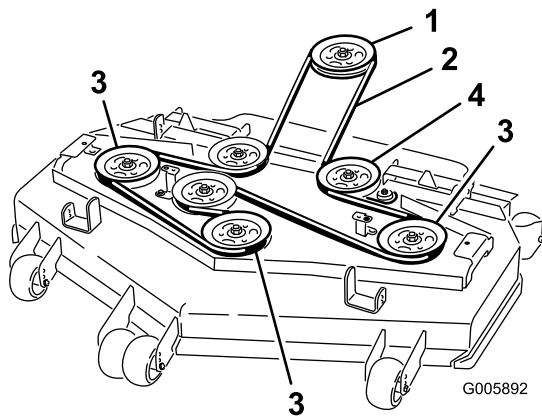

Figura 58
6. Installare la nuova cinghia attorno alle pulegge (Figura 58).